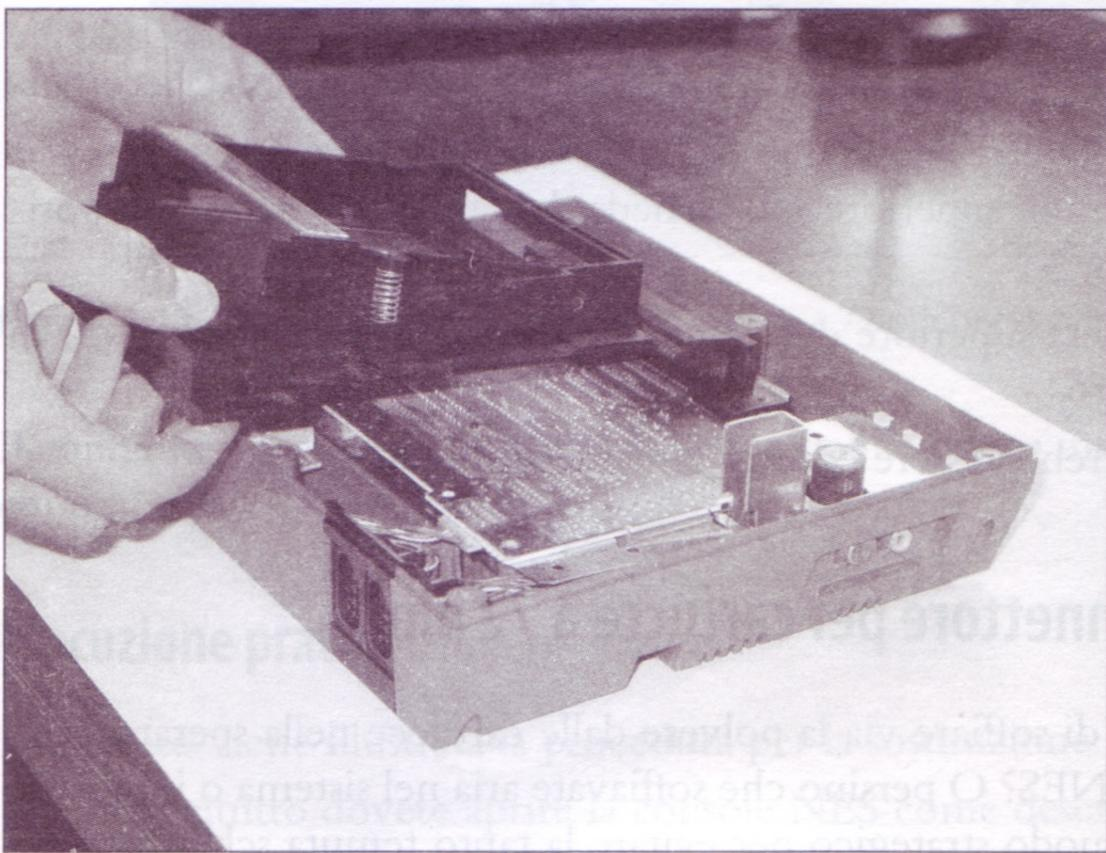

Figura 6.10 Rimozione del meccanismo di caricamento delle cartucce.
8. Con le viti rimosse, tirate in avanti il meccanismo di caricamento delle cartucce e sollevatelo per estrarlo dalla console (Figura 6.10). Potreste dover muovere leggermente il vano delle cartucce per rimuoverlo.